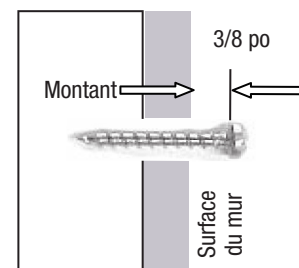

Figure 2
*REMARQUE:* Si les vis doivent être vissées directement dans un montant du mur, pré-percez les trous à l'aide d'une mèche de 1/8 po, puis insérez les vis sans avoir recours à des ancrages, en les laissant dépasser de 3/8 po de la surface du mur, tel qu'illustré à la **Figure 2**. (Passez à l'**ÉTAPE 3**.)